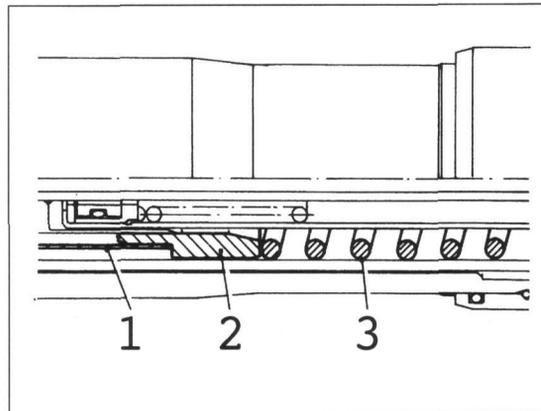

Bild 231
- Staubschutz ② Bild 231 aushebeln. Mit kleinem Schraubendreher Federring (Bild 232) von Sitz aushebeln.